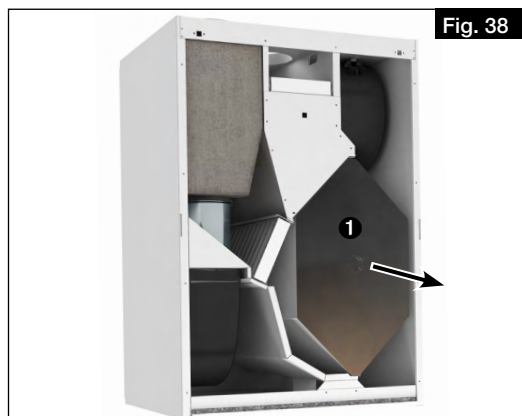

Fig. 38
3. Retirer l'échangeur à contre-courant **1** avec précaution de l'appareil (voir Fig. 38).